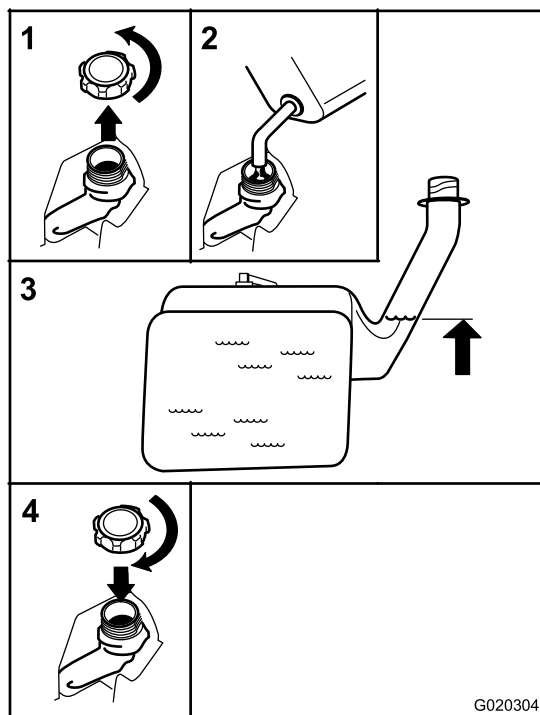

Figure 13
2. Versez **lentement** de l'essence sans plomb ordinaire jusqu'à ce que le niveau atteigne le bas du goulot de remplissage Figure 13.